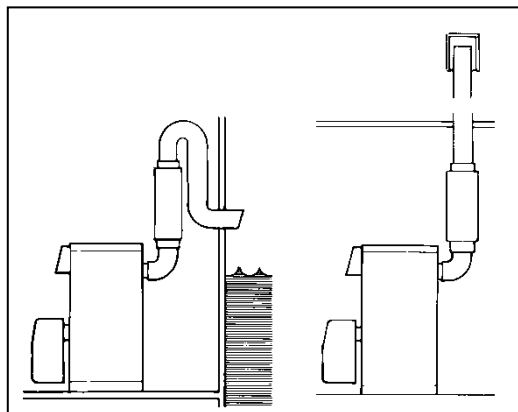

Bild 4
- Der Auslaß muß sich ausreichend hoch über der Wasserlinie befinden, (Bild 4) ist das nicht möglich, muß ein Schwanenhals dazwischen-gesetzt werden.
- Montieren Sie am Ende des Rauchrohres eine Regenschutzkappe (Bild 4)